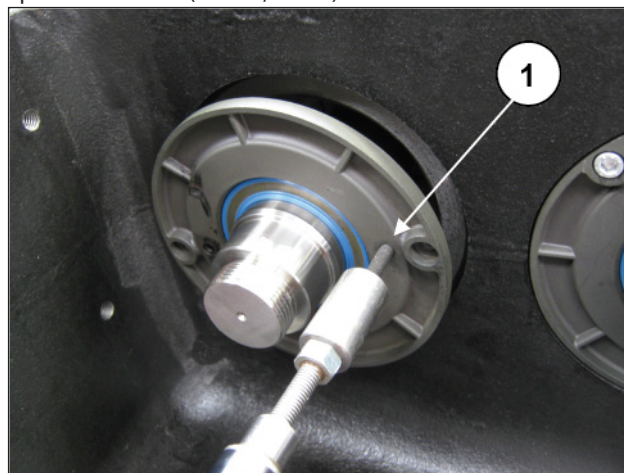
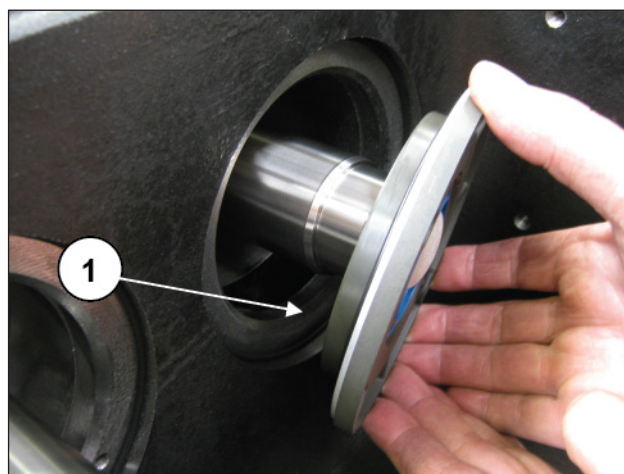

Рис. 3
Рис. 4
Закрутите резьбовую шпильку или винт М6, которые будут выполнять функцию съемника, в специальные отверстия на маслоотражательной крышке (поз. ①, Рис. 3) и снимите крышки с насоса (поз. ①, Рис. 4).